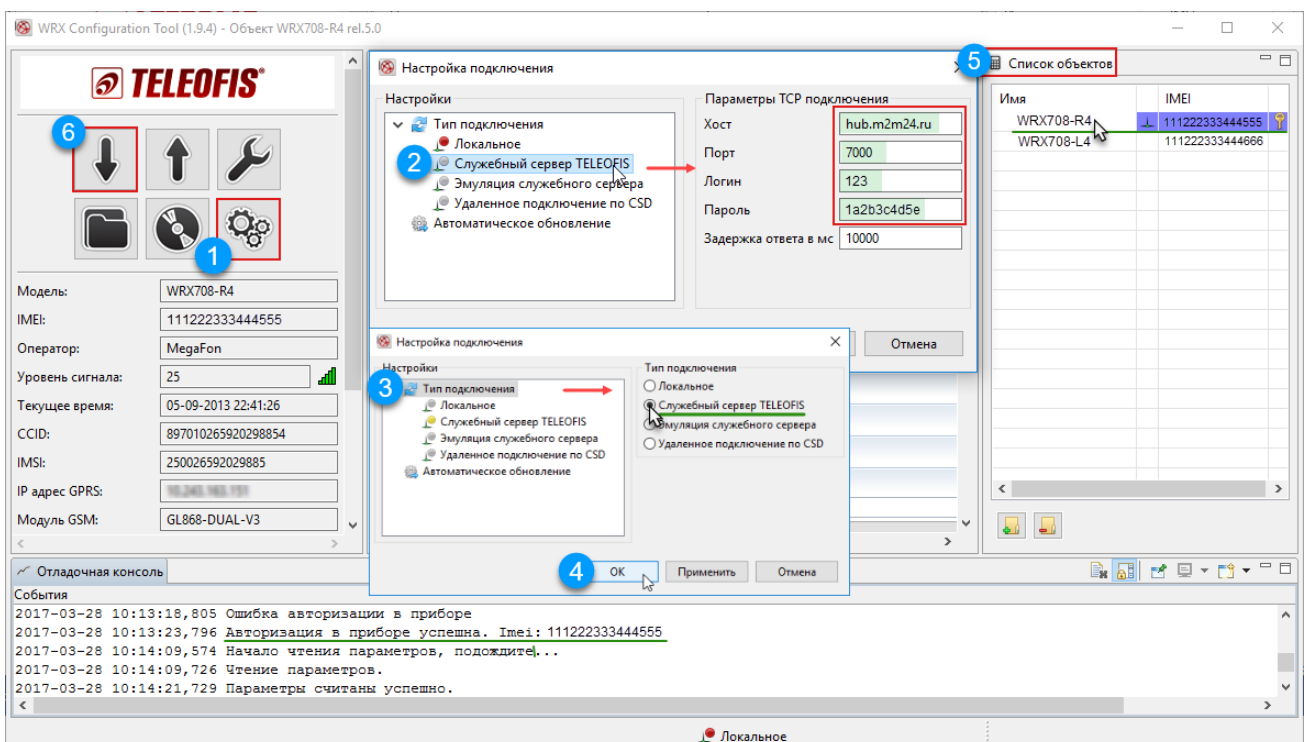

Рис. 33. Настройка подключения терминала к служебному серверу M2M24.
5. В программе WRX Configuration Tool настройте параметры TCP-подключения (Рис. 33):
- В меню **Настройки подключения** (1) в левой части открывшегося окна нажмите на **Служебный сервер TELEOFIS** (2) и введите параметры TCP-подключения: хост — **hub.m2m24.ru**, порт — **7000**, логин и пароль — из загруженного с раздела **service** файла конфигурации (в примере: логин – 123, пароль - 1a2b3c4d5e).
- Нажмите **Тип подключения** (3) и в правой части окна выберите тип подключения **Служебный сервер TELEOFIS**. Примените выбранные изменения, нажав **ОК** (4).
- В окне **Список объектов** (5) выберите терминал, к которому хотите подключиться по служебному каналу. Дождитесь, пока в отладочной консоли появится сообщение **Авторизация в приборе успешна**.